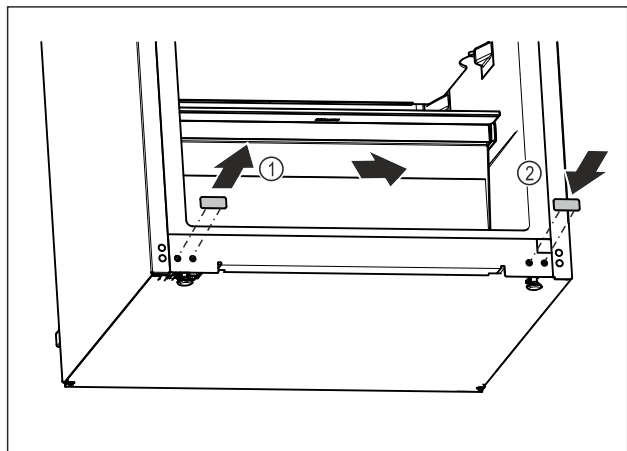

Fig. 21
- Izvelciet nosedzošo aizbāzni. Fig. 21 (1)
- Ievietojiet nosedzošo aizbāzni pretējā pusē. Fig. 21 (2)